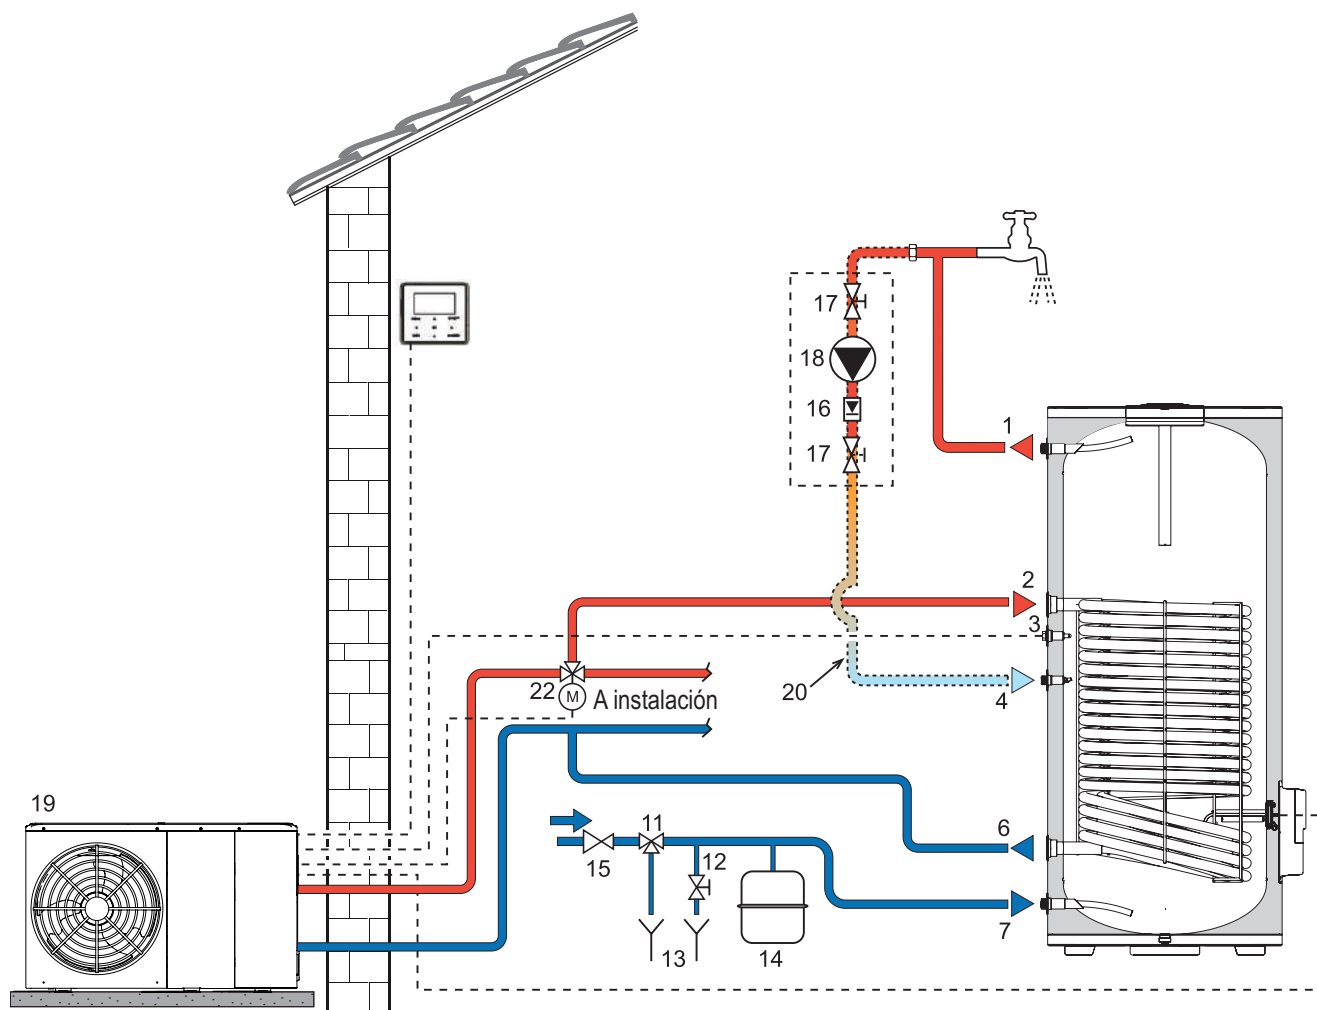

fig. 10 - Circuito hidráulico ECOUNT HP 1C
- Para el vaciado, cierre el grifo de entrada de agua de la red, conecte un extremo de una manguera al racor de descarga (no suministrado - 12, fig. 10 y fig. 11), prevista durante la fase de instalación, y lleve el otro extremo hasta un desagüe exterior.